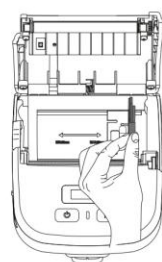

Figure 1
- (1) 用紙幅に合わせて用紙幅ガイドの上部を持ち、左に移動させます（図1を参照）。
■ 図1：用紙幅ガイドの移動 / 図2：用紙幅調整ブロックの移動